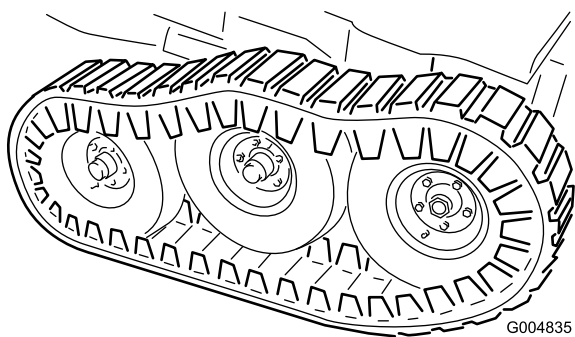

図 121
51. ボギーピボットのスタッド 図 121 に平ワッシャ 1/2 インチ とロックナットを取り付けて 102Nm10.4kg・m=75ft・lb にトルク締めする。